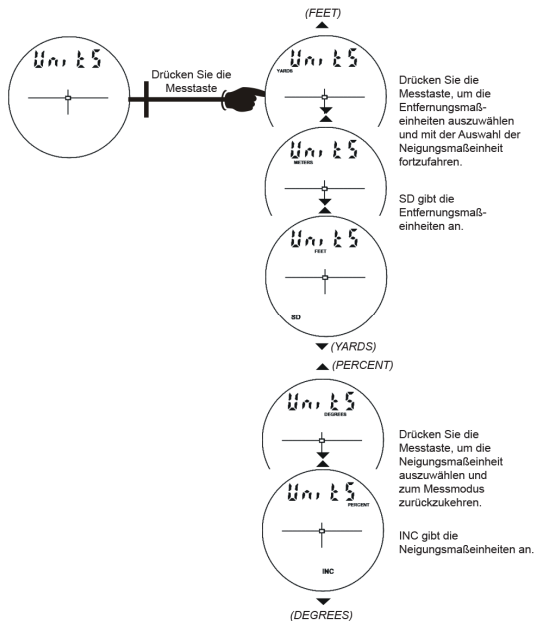

Abbildung 11
1. Halten Sie im Messmodus  4 Sekunden lang gedrückt, um auf den Systemsetup-Modus zuzugreifen. Auf der Hauptanzeige wird „UnitS“ eingeblendet, wie in Abbildung 11 unten dargestellt.